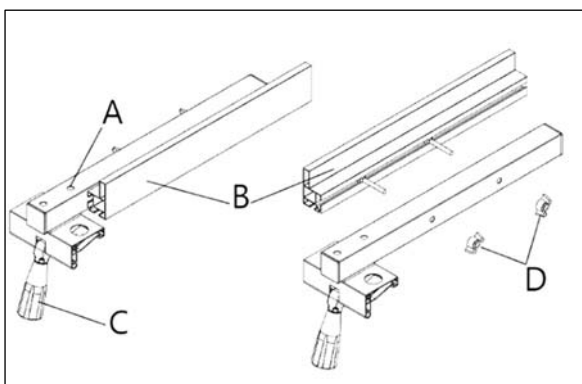

Рисунок 21.
- Ослабьте и снимите две ручки. D (рис. 21)
Параллельность упора и боковой поверхности пильного полотна можно настроить, регулировочными винтами А (рис. 21).